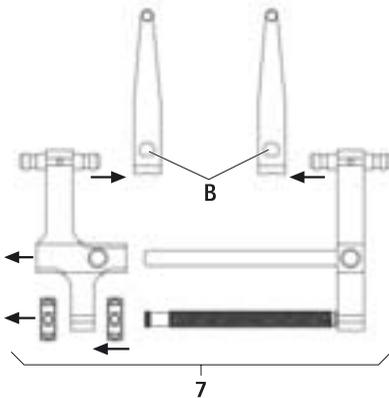

Fig. 2
- Smontare il distrattore **7** con le valve da distrazione, vedere Fig. 2: azionare il pressore **B** e rimuovere la valva da distrazione FW239R.